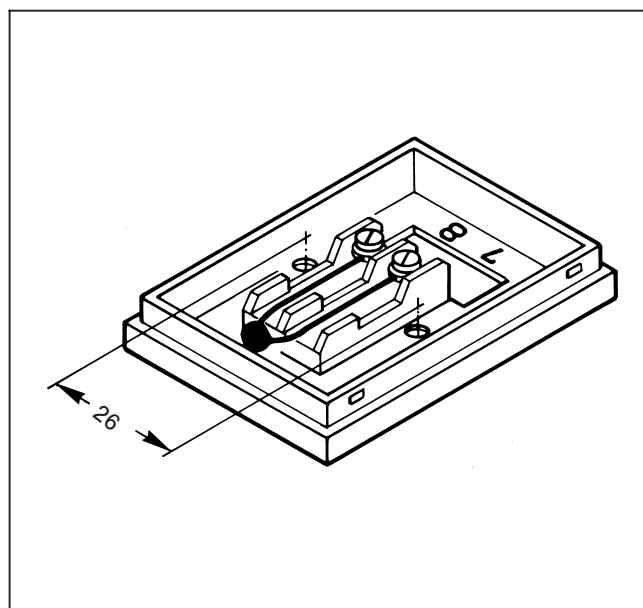

Afb. 1
- 2.1 Deksel met schroevendraaier oplichten (Afb. 1).